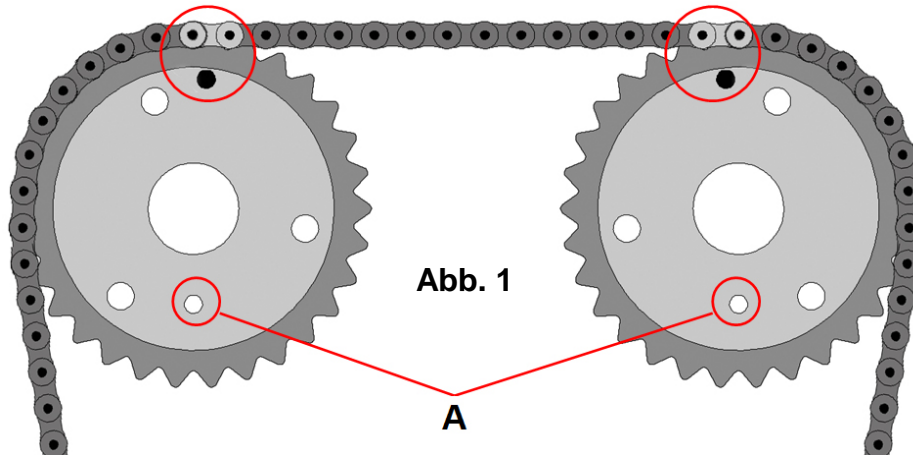

Abb. 1
1. Zylinder in OT-Stellung drehen, Nockenwellen müssen wie in Abb. 1 dargestellt stehen.
3. Nockenwellen-Einstellstifte in die vorgesehenen Bohrungen einsetzen (in Abb. 1 mit **A** markiert).
1. Turn the cylinder 1 in TDC position. The camshaft must be set as shown in fig 1.
3. Insert (as shown in Fig. 1) the camshaft timing pins (A).
1. Tournez le piston au point mort supérieur ; les arbres à cames doivent alors être à la position illustrée à la Fig. 1.
3. Insérez les goupilles de calage de l'arbre à cames dans les trous prévus à cet effet (repérés **A** dans la Fig. 1).
1. Gire el cilindro hasta la posición del PMS, los árboles de levas deberán estar como se indica en la Fig. 1.
3. Introduzca los pasadores de bloqueo del árbol de levas en las perforaciones previstas (marcadas como **A** en la Fig. 1).